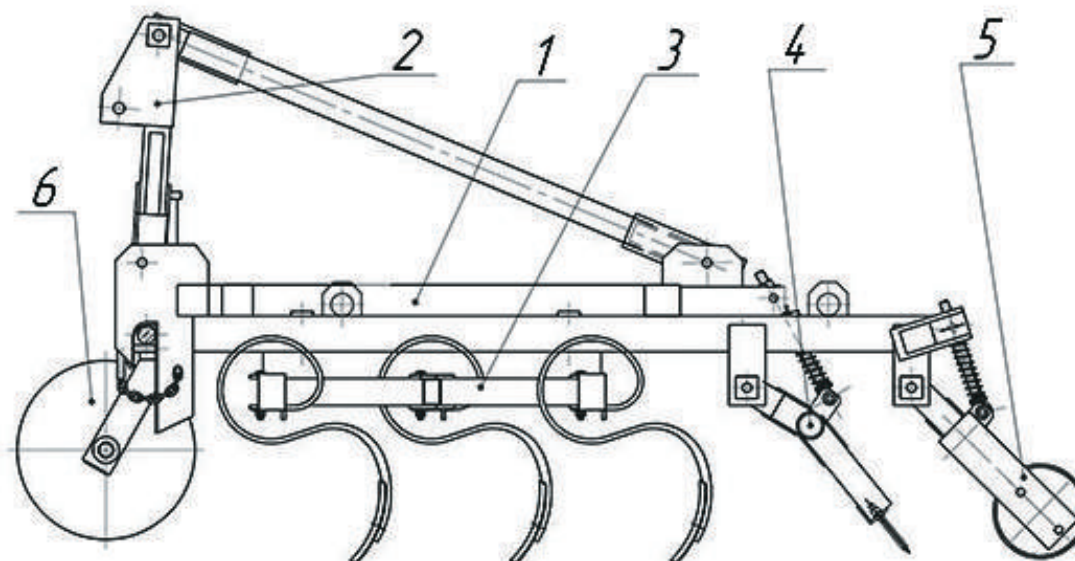

Рис. 1
4.1 Культиватор КБМ (рис. 1) является комбинированным агрегатом, в который входят три вида рабочих органов: рыхлитель пружинный 3, планочно-зубовой выравниватель 4, борона роторная (каток) 5.